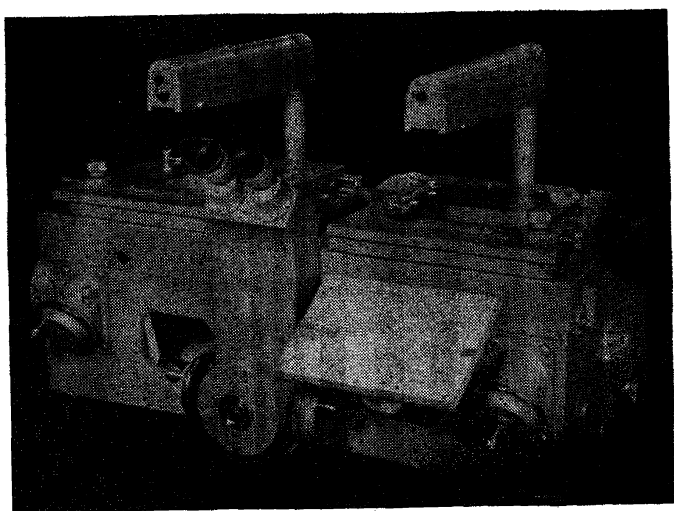

Рис. 37. Стереоскоп «Steko 1818»
7.7. Стереоскопический прибор «Steko» 1818 (рис. 37) — прецизионный прибор, предназначенный для измерения на фотоснимках стереопары координат и параллакса точек. Применяется для определения элементов взаимного и внешнего ориентирования, развития фотограмметрических сетей аналитическим методом, вычисления установочных величин для трансформирования, может использоваться при определении деформаций зданий и сооружений фотограмметрическим методом. Измерения можно производить по наземным снимкам или аэроснимкам. Для обработки на стереоскопическом приборе пригодны фотоснимки на прозрачной основе. Оптическая система предусматривает возможность раздельной фокусировки на левый и правый снимки. Положение бинокля не изменяется при изменении точки визирования. В поле зрения прибора расположены две измерительные марки разной формы.